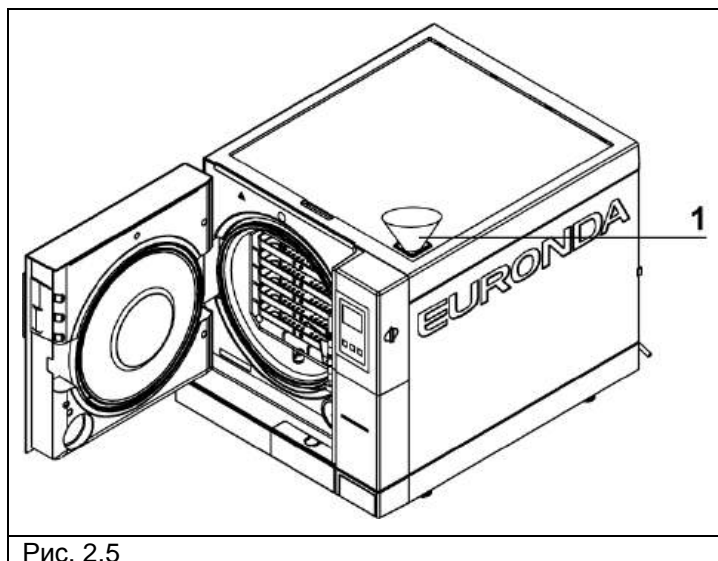

Рис. 2.5
2. Откройте верхнюю крышку, установите воронку и залейте через заливную горловину требуемый объем дистиллированной воды (см. рис. 2.5, поз. 1). Уровень воды не должен превышать отметку MAX. Заправка стерилизатора возможна также с помощью деионизатора (см. Приложение 10 и руководство по эксплуатации деионизатора Aquafilter).